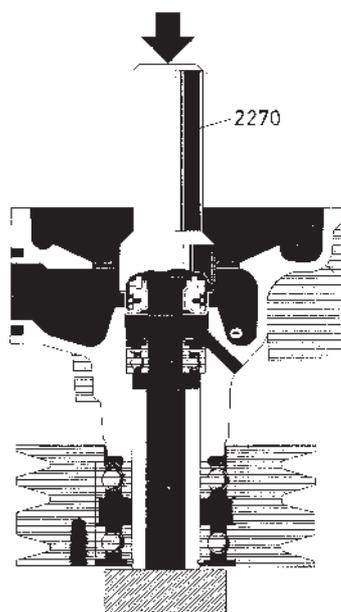

Fig. 169. Montage de la bague d'étanchéité
5. Poser la bague déflectrice avec bride tournée du côté opposé au roulement et remonter la bague d'étanchéité avec le mandrin 2270 (figure 169). Remarque : La bague de charbon et la bague céramique qui font partie de la bague d'étanchéité ne doivent pas être en contact avec la graisse ou touchées directement avec les doigts. Plonger la bague d'usure dans de l'eau savonneuse et la monter avec le siège en caoutchouc sur la roue à aubes.